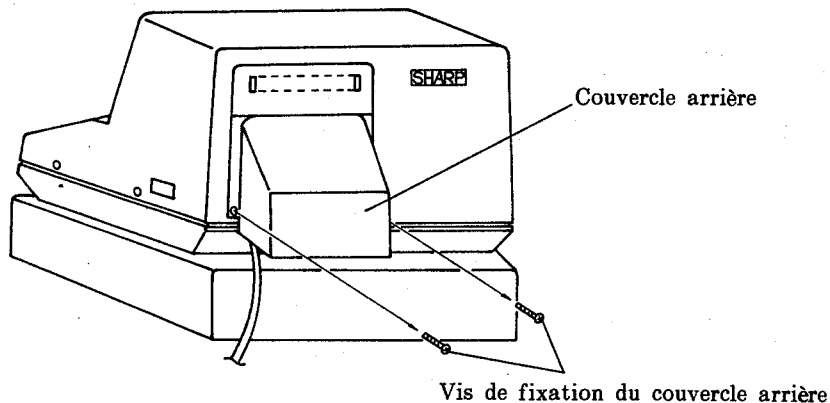

Fig.2
- (1) Par mesure de sécurité, débrancher la ER-6750.
- (2) Retirer le couvercle arrière.
- a) Retirer les vis de fixation (2) du couvercle arrière. (Voir la Fig. 2.)